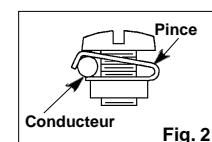

Fig. 2
- Desserrez les trois vis de borne et insérez les conducteurs à fond (voir la fig. 2) dans les bornes appropriées selon le Tableau 1.